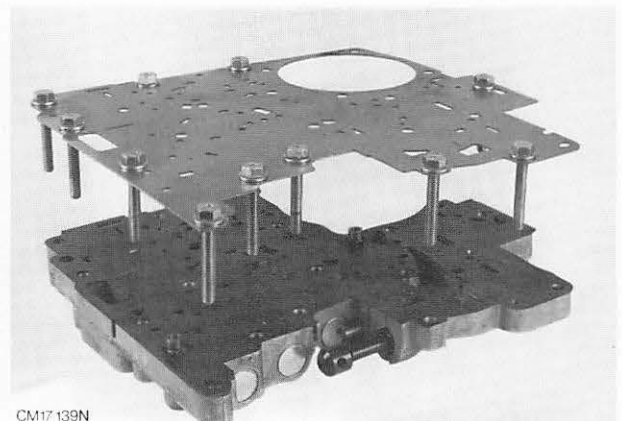
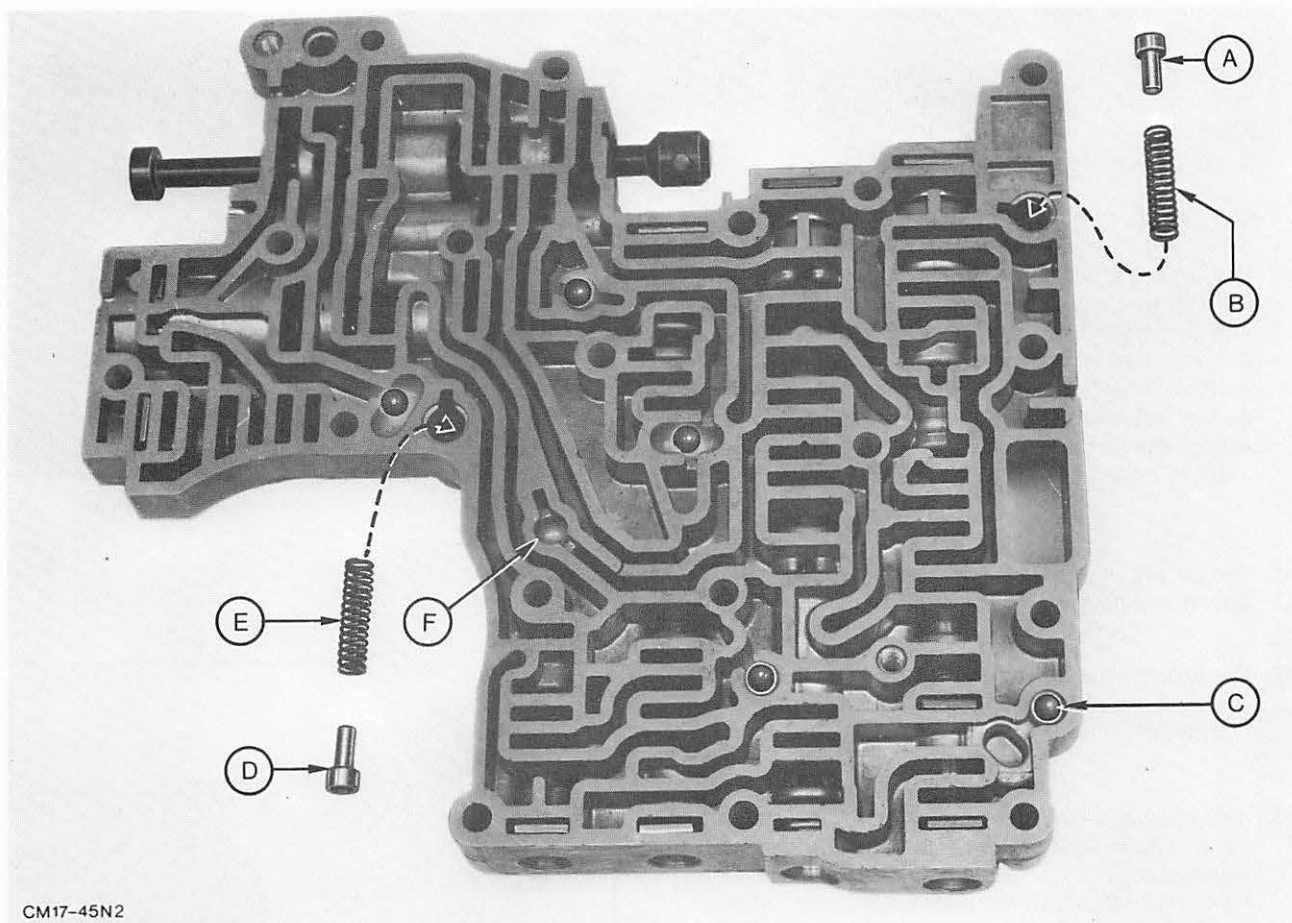

Abb. 105 Abdeckplatte montieren.
Abb. 108 A=Wandler-Überdruckventil B=Ventildfeder (weiß) C=Kugelventil (5 Stück) D=Drossel-Überdruckventil
58. Kugel- und Überdruckventile mit Federn einsetzen. Abb. 108. Abdeckplatte mit neuer Dichtung montieren, dabei äußere Befestigungsschrauben (11 Stück) zum Ausrichten der Zwischenplatte zum Steuergehäuse einsetzen. Abb. 105. Die beiden Befestigungsschrauben der Abdeckplatte mit vorgeschriebenem Drehmoment festziehen und die restlichen Schrauben wieder entfernen.